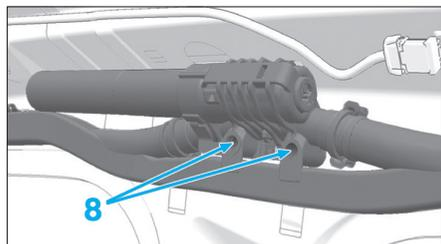

Fig. 19
- Déposer les vis de fixation (8) (Fig.19).